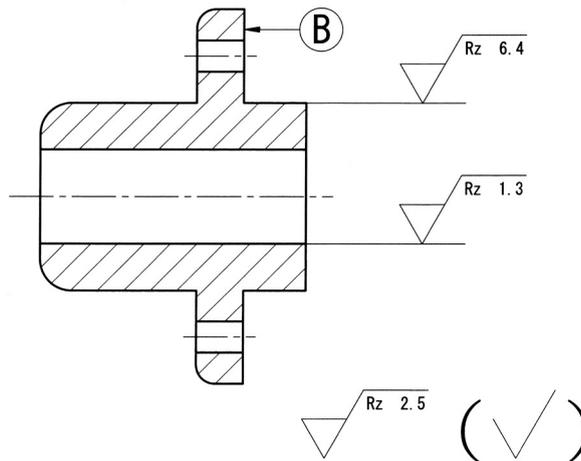

図2
- 図2においてⒷ面の表面性状は(20)である。
1. 作図位置は配布図、問 1 の解答枠に描かれた部品①に合わせること。
2. 部品②、部品③は付図 2 に示す寸法を参考に作図すること。
付図 2